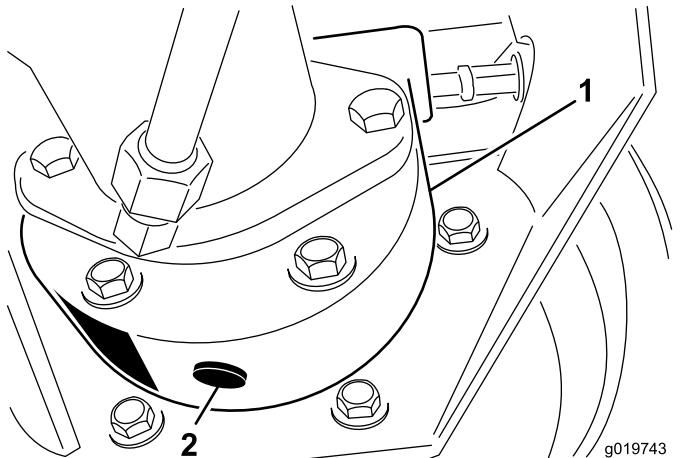

Figure 68
4. Placez un bac de vidange sous le carter de frein et enlevez le bouchon pour permettre à l'huile de s'écouler (Figure 68).